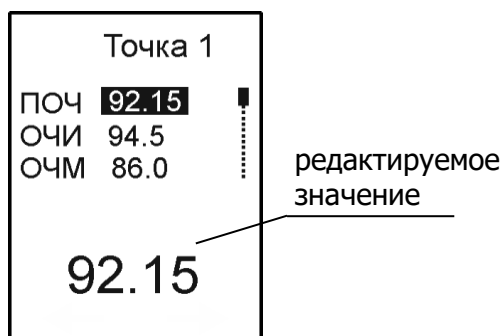

Рисунок 13 — Редактирование значения
- установить курсор на изменяемое значение выбранной точки с помощью кнопок \blacktriangleup , \blacktriangledown и нажатием кнопки \blacktriangleleft перейти в режим редактирования выбранного числа (рисунок 13);